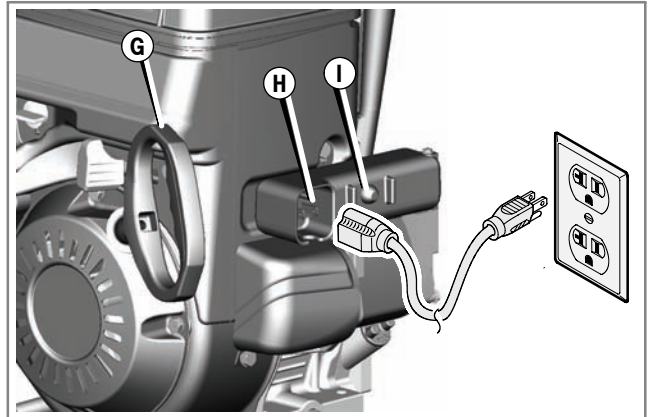

Figure 8
- Démarreur électrique:** brancher d'abord la rallonge au connecteur du démarreur électrique (**H**, Figure 8) puis dans la prise murale. Si une rallonge supplémentaire est nécessaire, utiliser une rallonge à 3 fils.